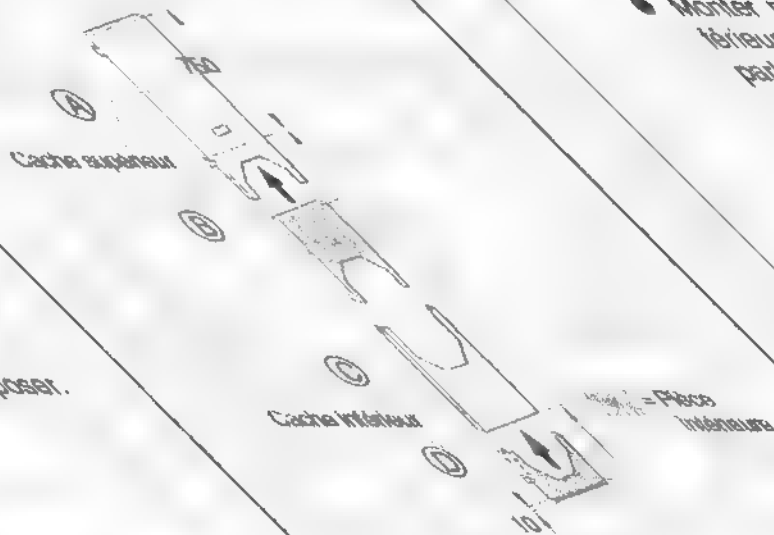

Fig. 29
0 mm (fig. 29).
- Monter préalablement les caches supérieur et inférieur selon la fig. 29 et les fixer chacun à 2 vis.
Introduire la partie (C) dans la partie (D) et l'arête supérieure de la partie (D) dans l'arête supérieure de la partie (C) (fig. 29).